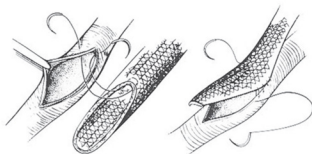

Fig. 9
2. Monofilament polypropylen er det foretrukne suturmateriale. Under syningen skal protesens kanter everteres, og det skal sikres, at hele vægtykkelsen og en netmaske indgår i hver sutur. Fig. 9.